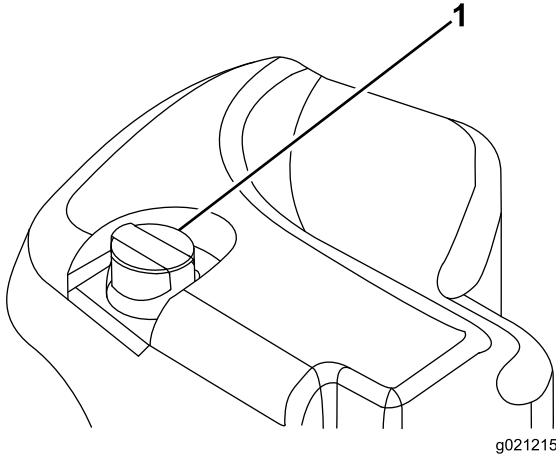

Figure 31
2. Nettoyez la surface autour du goulot et du bouchon de remplissage du réservoir hydraulique (Figure 31).